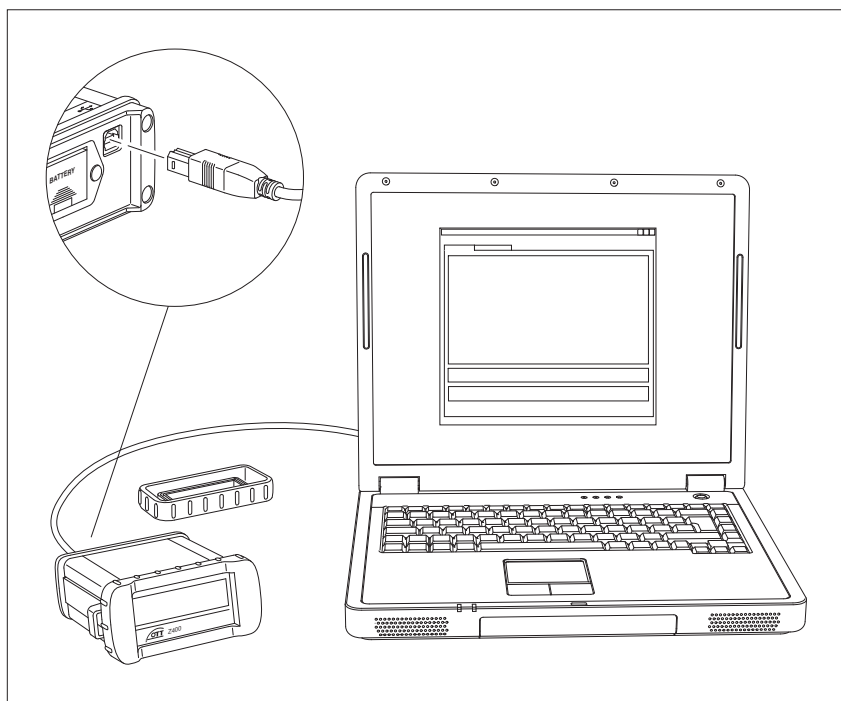

Fig. 5 : Raccordement du Z400 au PC avec un câble USB.
- Raccorder le câble de connexion USB au Z400 comme le montre la figure 5.